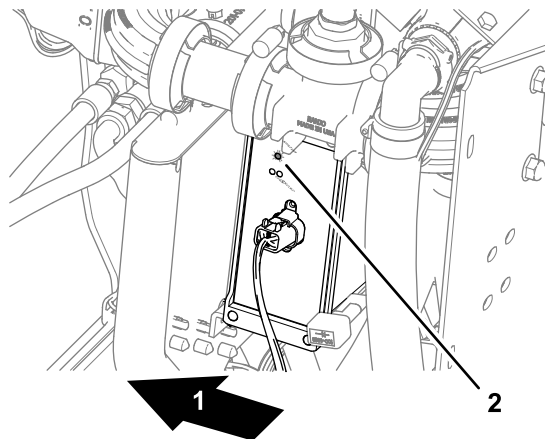

Figura 157
- Controller automatico delle sezioni, si illumina l'indicatore di STATO (Figura 157)